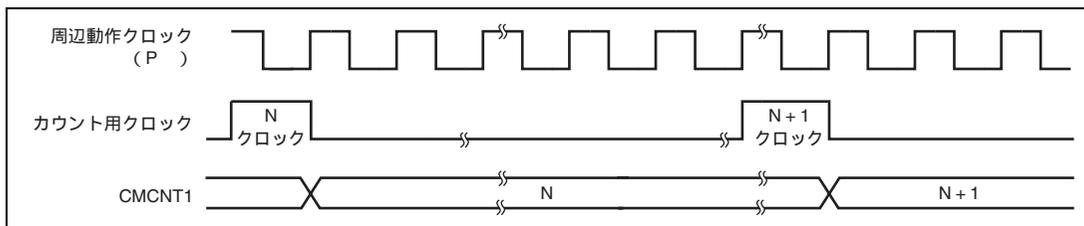

図 13.3 カウントタイミング
クロック (P) を分周して得られた 4 種類のクロック (P / 8、P / 32、P / 128、P / 512) のうち 1 つを CMCSR の CKS1、CKS0 ビットにより選択することができます。図 13.3 にそのタイミングを示します。